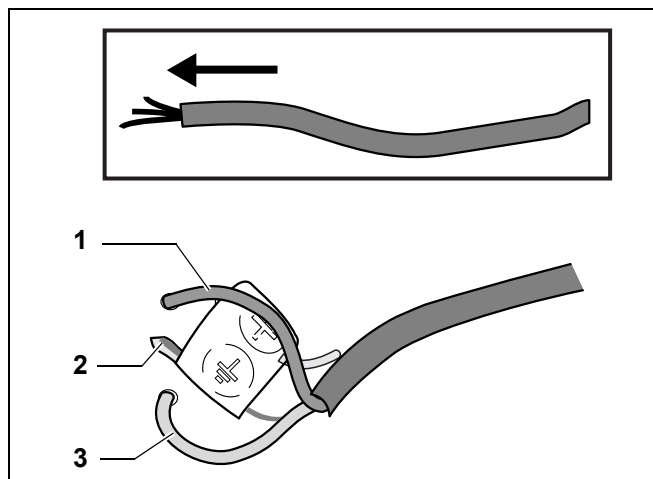

Bild 43 Nätkabel
- Anslut nätkabeln till 230 V (bild 43).